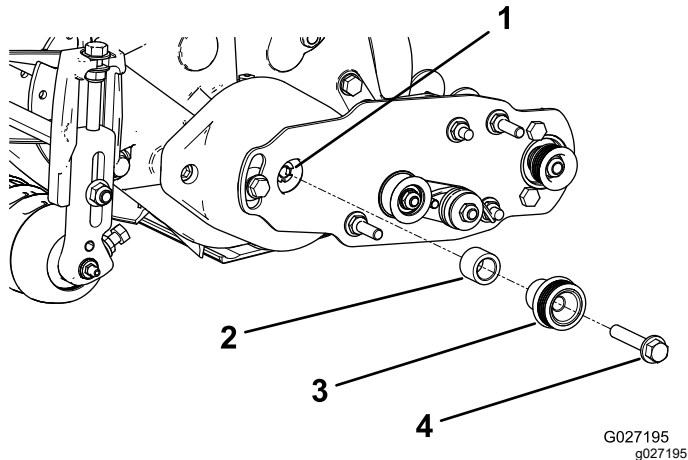

Рисунок 13
1. Вставьте проставку в вал в корпусе подшипника (Рисунок 13).
2. Вставьте ведущий шкив в проставку и на ведущий вал (Рисунок 13).
3. Прикрепите шкив и проставку к ведущему валу с помощью болта с фланцевой головкой ($\frac{3}{8}$ x 2 дюйма); см. Рисунок 13.